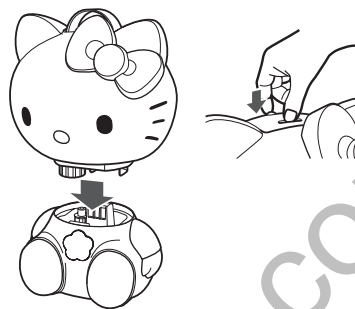

Рис. 6
5. Установите резервуар обратно в прибор и установите распылитель (рис. 6).